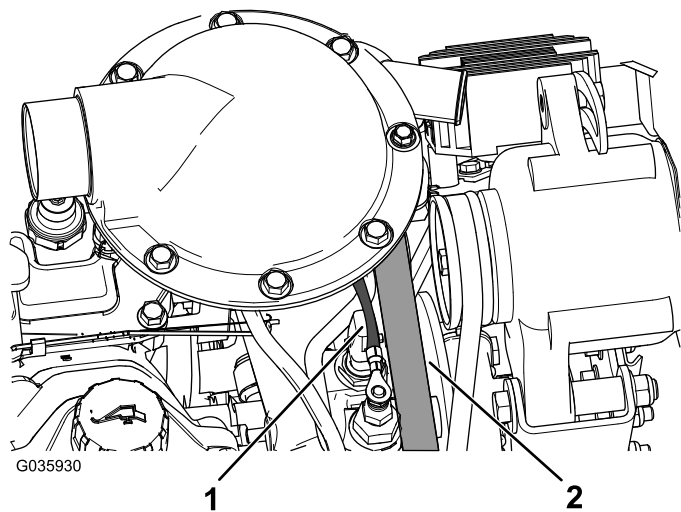

Figura 12
4. Usando bridas, sujete el manguito del motor y el arnés de cables del motor lejos de la correa del alternador (Figura 12).